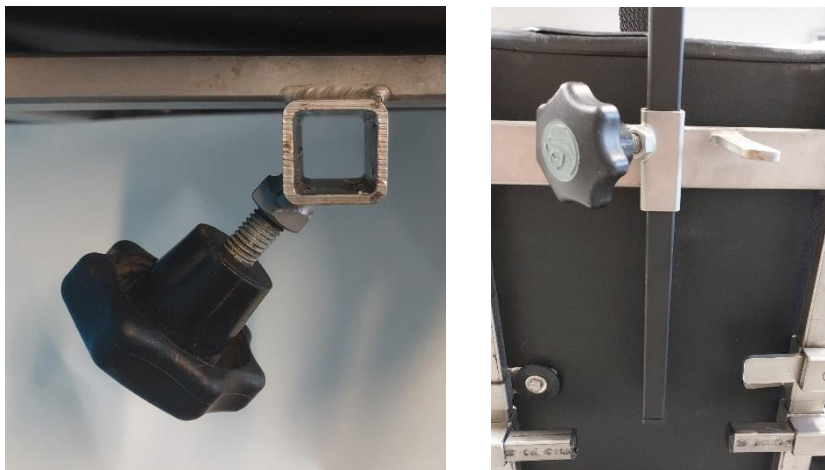

Figure 10. Support carré de 15 x 15 mm.
2. Insérez la barre verticale du CoMoveIT Smart dans le support situé à l'arrière du siège du fauteuil roulant et serrez la molette. Le CoMoveIT Smart s'adapte à tout type de support carré de 15 x 15 mm. Voir la figure 10.